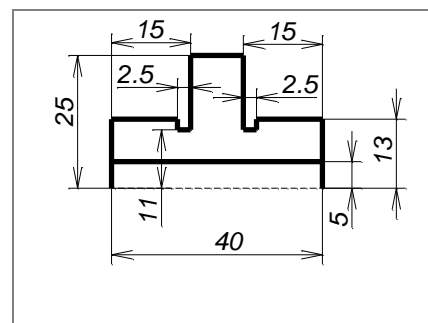

Рисунок 37 – Изображение для подготовительного этапа 2.4.1
2.5.1 Подготовительный этап: постройте изображение по заданным размерам (рисунок 37). Уберите выступание линий построения при помощи опции «» в команде «».